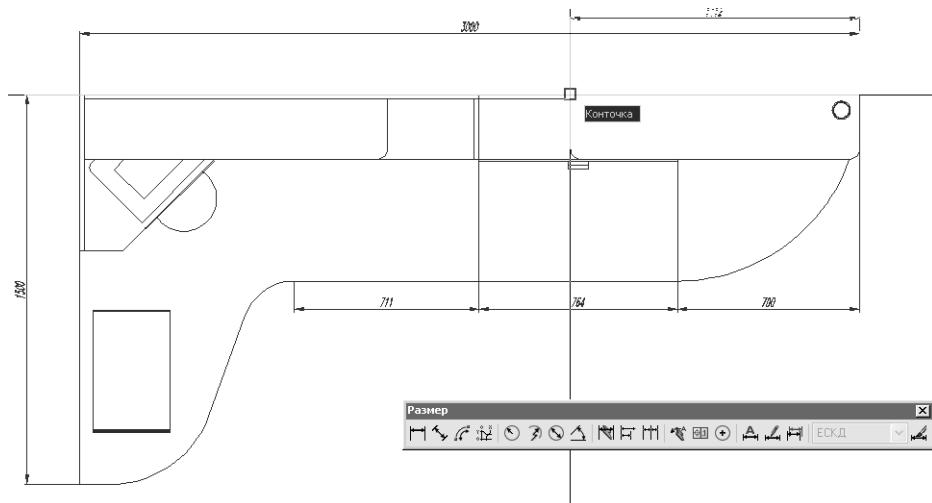

Рис. 11.16 ▶ Выбор точки для построения горизонтального размера от общей базы
15. AutoCAD создаст горизонтальный размер от выбранной вами выносной линии и предложит задать начальную точку второй выносной линии. Выберите точку, которая находится в левом верхнем углу консольной полки (рис. 11.16).